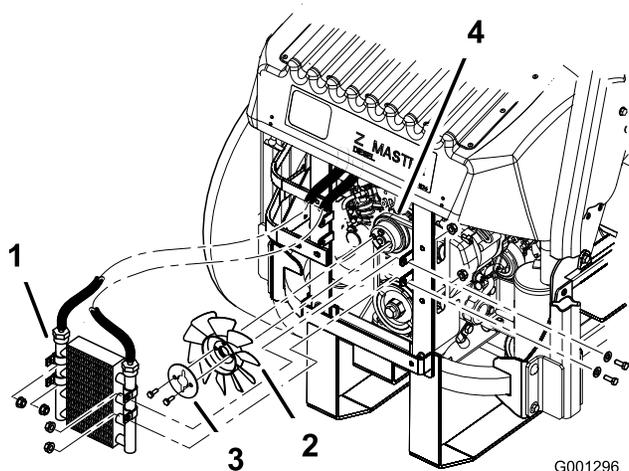

**Figura 63**
3. Retire los 4 pernos que fijan el protector del enfriador de aceite al bastidor trasero (Figura 63).
4. Retire los 3 pernos que fijan las bridas del motor al lateral de la máquina (Figura 63).
12. Instale el protector del enfriador de aceite y las bridas del motor al bastidor trasero con los 4 pernos que retiró anteriormente (Figura 63).
13. Instale las bridas del motor en el lateral de la máquina (Figura 63).